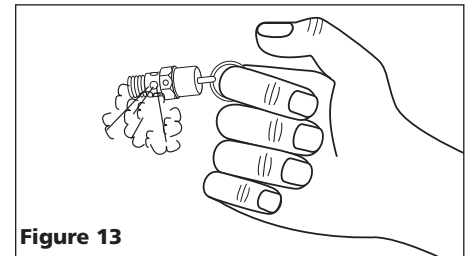

Figure 13
- b. Porter des lunettes de sécurité, tirer l'anneau sur la soupape de sûreté pour dégager la pression du réservoir du compresseur. Il faut se protéger de l'air se déplaçant rapidement et pouvant être délogé, ne permettez pas à l'air se déplaçant rapidement d'être dirigé vers votre visage (voir la Figure 13).